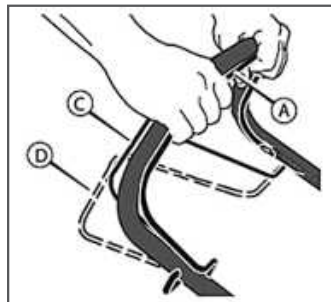

Рис. 9 Положение рычагов остановки двигателя и привода хода
1. Удерживайте рычаг остановки двигателя А в нажатом положении (Рис. 9). Запустите двигатель.
2. Переместите рычаг привода С (Рис. 9) полностью вперед. Теперь система привода включена, и газонокосилка начнет двигаться вперед.
Для выключения только системы привода, отпустите рычаг привода С (Рис. 9). В выключенном положении D (Рис. 9), газонокосилка прекратит движение вперед, но двигатель будет продолжать работать, а нож вращаться.
Для выключения системы привода и для остановки работы двигателя, полностью отпустите рычаги остановки двигателя А и привода хода С (Рис. 9).